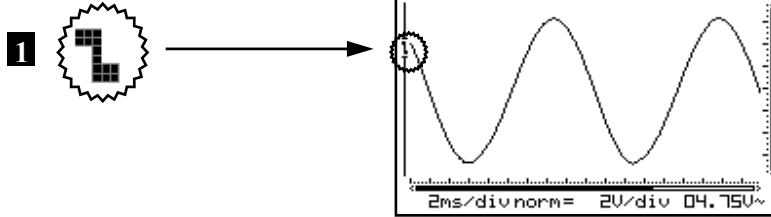

Fig 47
1. **Arranque en el flanco montante de la señal:** La pantalla visualiza la señal tan sólo cuando detecta un flanco positivo, es decir, la señal tiene que cambiar de abajo hacia arriba para provocar el arranque. (Fig. 47)